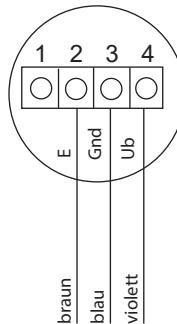

Abb. 13
- Schließen Sie die Fühlerleitung an die Klemmen auf der Fühlerplatine gemäß Abb. 13.